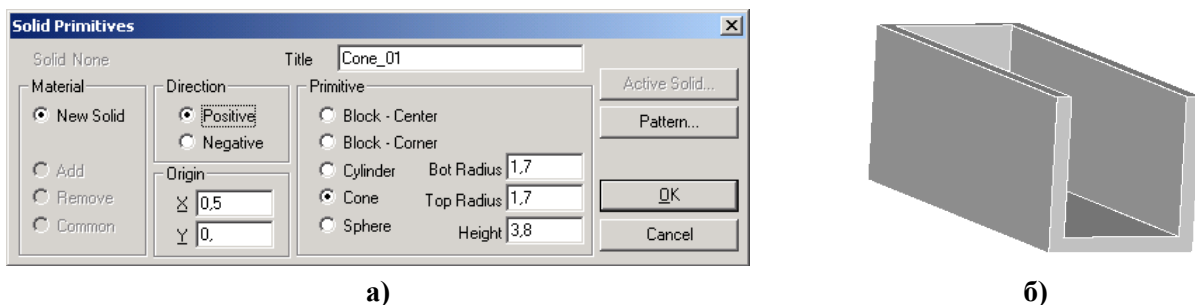

Рис.2.15. Діалогова панель створення примітивів (а); результат перетворення паралелепіпеда в оболонку командою Shell... (б)
• як один з примітивів (**Primitives...**): паралелепіпед (**Block**), циліндр (**Cylinder**), конус (**Cone**) та сфера (**Sphere**) – див. рис.2.15-а. Тут новому матеріалу можна призначити ім'я (**Title**). У секції „**Material**” є нова можливість: радіокнопка **Common** вкаже на створення нового тіла, що буде містити лише загальну частину того примітиву, що задається, та існуючого активного тіла (загальну частину перетинання). Тіло створюється у напрямку нормалі від робочої площини; нормаль починається з точки, вказаної у секції „**Origin**”, причому у варіанті „**Block-Center**” це є координати центру, а „**Block-Corner**” – кута паралелепіпеда. **Увага:** для конуса величина „**Bot Radius**” повинна бути більшою, ніж величина „**Top Radius**” (див. рис.2.15-а);
- перетворення тіла на оболонку вказаної товщини (**Shell...**): обирається тіло, одна або декілька поверхонь для перетворення, потім вказується товщина стінки оболонки. Ті поверхні, що не обрані, залишаються без змін, а ті, що обрані – перетворюються (див. рис.2.15-б);